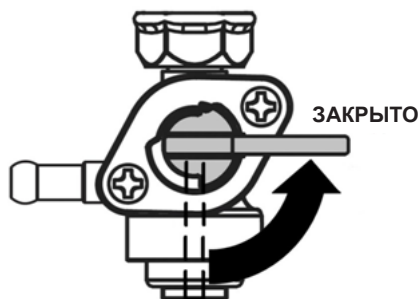

Рис. 11 Топливный кран закрыт
5. Закройте топливный кран (Рис. 11).